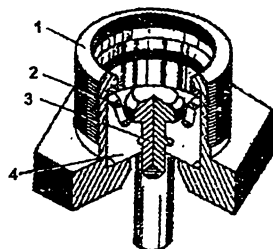

Рис. 7 – Вентиль спускной.
4.2.5. Вентиль спускной (рис.7).